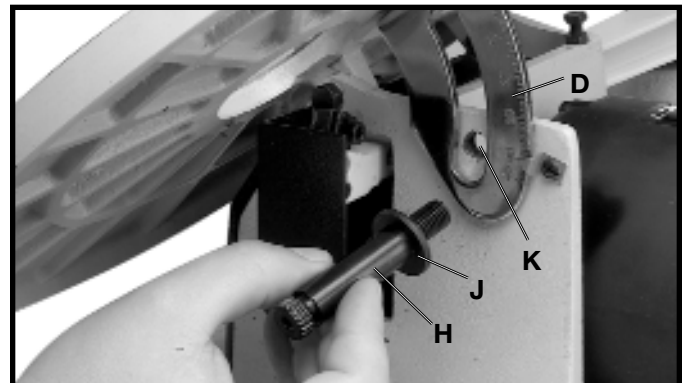

Fig. 9
7. Visser l'extrémité fileté du goujon (H) fig. 9, avec la rondelle plate M10 (J) par la fente dans l'angle de l'échelle d'inclinaison (D) et dans le trou taraudé (K).